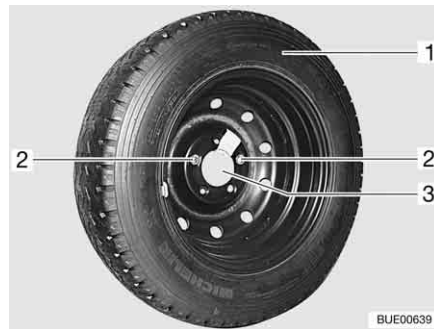

Fig. 280 Etrier de roue de secours dans le garage arrière
- Dévisser et retirer les deux vis de fixation (Fig. 280,2) avec les outils de bord.
- Retirer la roue de secours (Fig. 280,1) de l'étrier (Fig. 280,3).